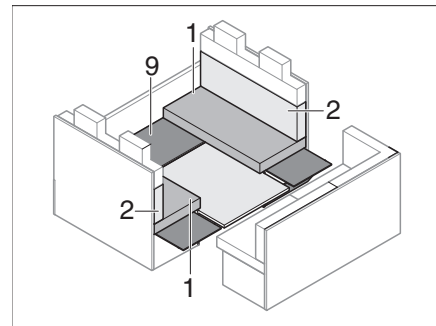

Fig. 193 Durante la trasformazione
- Riapplicare la sottostruttura (Fig. 193,9).